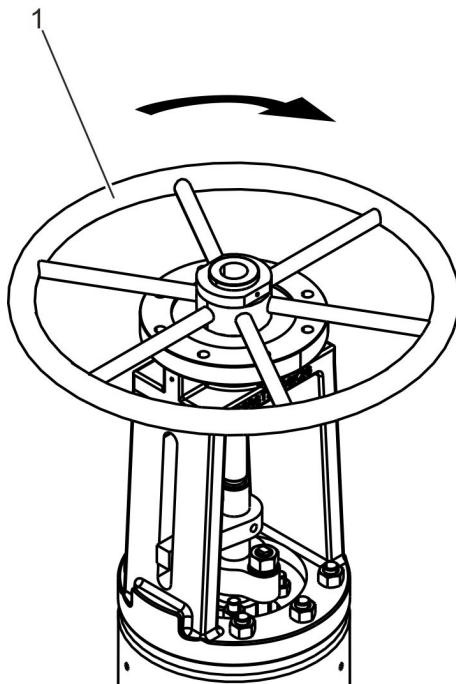

Abb. 21: Armatur schließen
2. Handrad (Abb. 21/1) im Uhrzeigersinn betätigen: Die Armatur wird geschlossen.